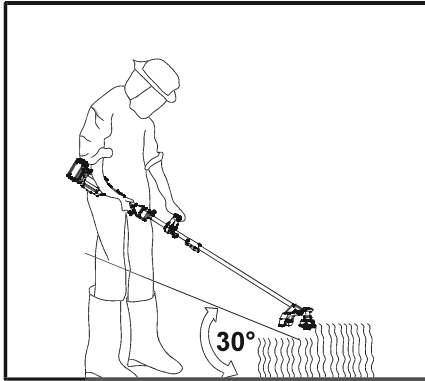

Fig. 33
1. Coloque a cabeça do aparador (1) para cortar tipos mais pequenos de ervas daninhas, relva ou outra vegetação tenra semelhante. Certifique-se de que a proteção (2) foi montada corretamente.
4. Mantenha a cabeça do aparador (1) a poucos centímetros do solo, num ângulo de aproximadamente 30° (Fig. 33).